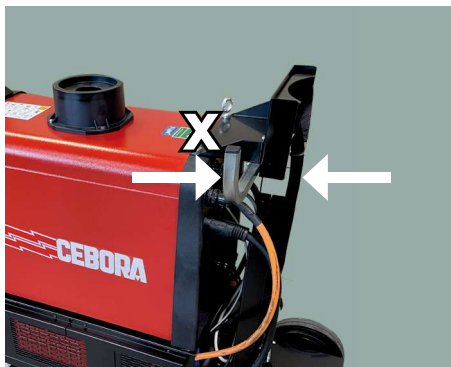
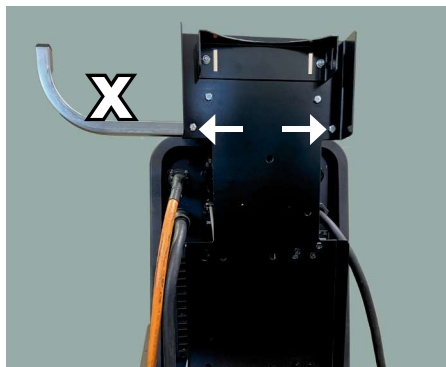

Fig. 3
Fig. 4
Smontare il porta-bombola (fig.3) ed il gancio porta connessione generatore carrello (X) (fig.4)
*Remove the cylinder holder (fig.3) and the trolley power source connection holder hook (X) (fig.4)*
Retire el soporte de la bombona (fig.3) y el gancho del soporte de conexión del generador-carro (X) (fig.4).